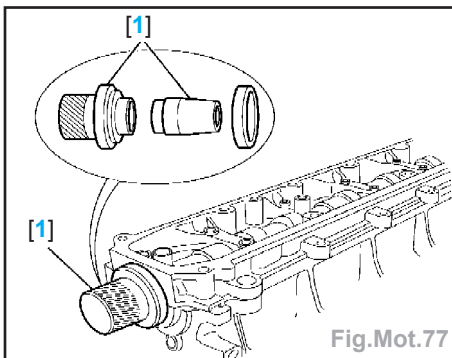

Fig.Mot.77
- Reposer un joint à lèvre neuf à l'aide de l'outil [1] (Fig.Mot.77).